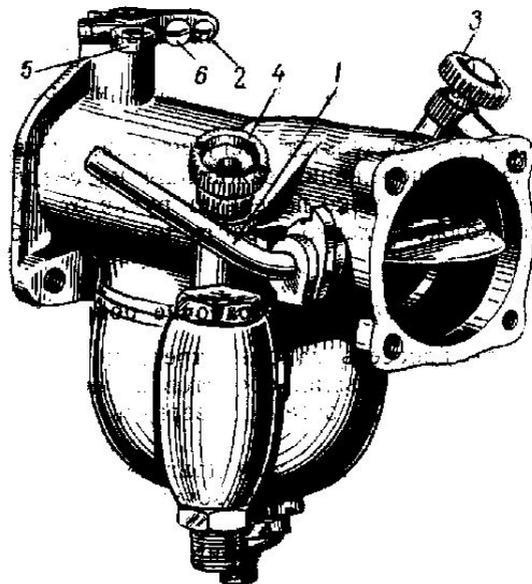

Рис.23 Карбюратор мотоцикла Индиан:
1. Завернуть доотказа обе регулировочные иглы 3, 4 (рис. 23).